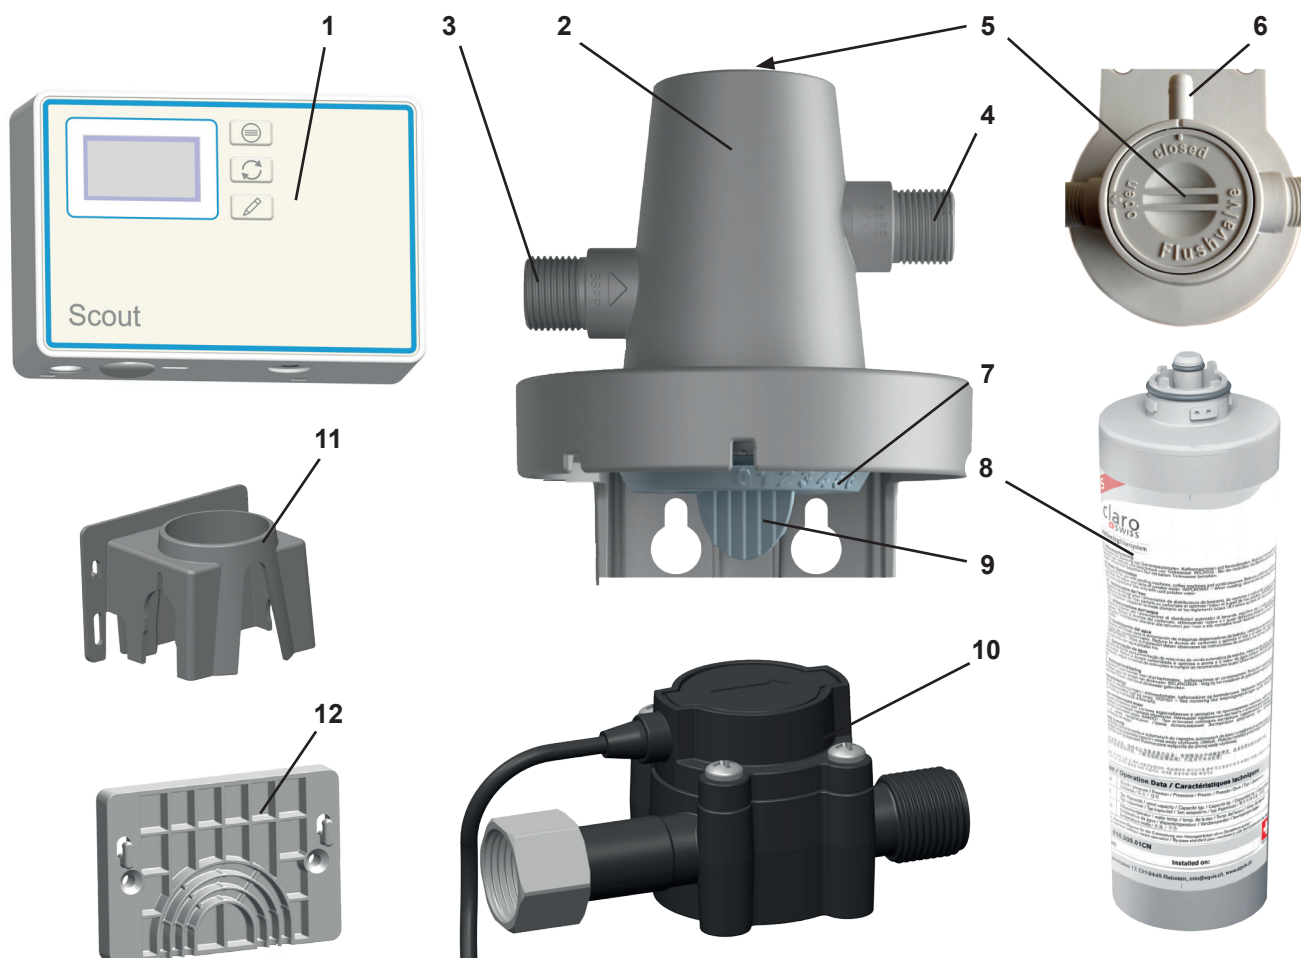

Fig. 1
- 1 débitmètre pour l'adoucisseur d'eau POWER steamer (pos. 1, 10, 11, 12, Fig. 1)
- ⇒ Visser l'adaptateur 3/4" - 3/8" sur le raccord de l'unité de détection (10, Fig. 1)
- ⇒ Visser l'adaptateur 3/4" - 3/8" sur l'entrée de la tête de filtre (3).
- ⇒ Visser l'unité de détection avec l'écrou-raccord au niveau de la sortie de la tête de filtre (4).